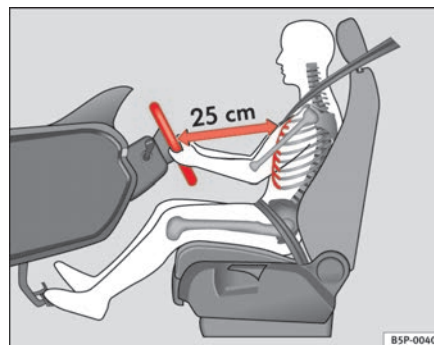

Fig. 135 Posizione corretta sul sedile di guida
- Posizionare il volante nel modo desiderato $\Rightarrow$ fig. 135.
- Regolare il sedile del conducente o la posizione del volante in modo tale che la distanza tra il volante stesso e lo sterno del conducente sia di almeno 25 cm ⇒ **pag. 167, fig. 135**. Se la distanza minima non viene rispettata, l'efficacia del sistema degli airbag si riduce, con gravi rischi per l'incolumità delle persone (non escluso quello di morte).